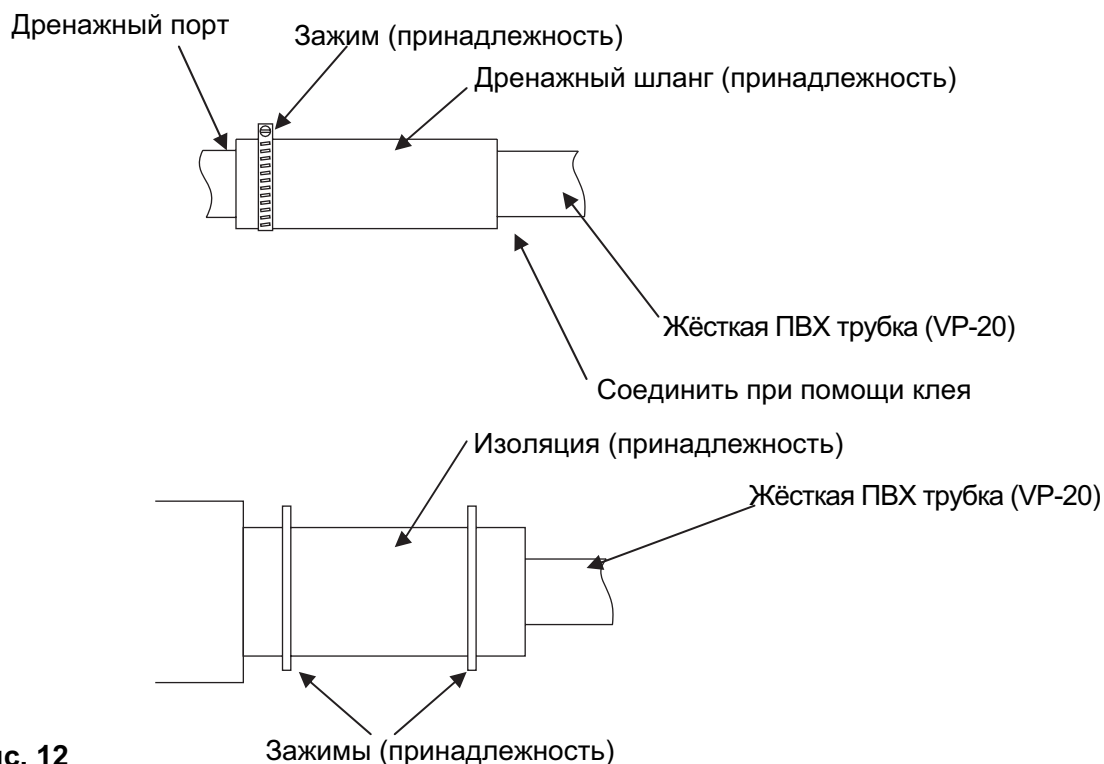

Рис. 12
3. Вставить дренажный шланг до достижения плотного соединения с дренажным отверстием, жёстко закрепить при помощи специального зажима для шланга (принадлежность) (Рис. 12).
4. После проверки дренажной системы покрыть дренажный шланг изоляционным материалом и зафиксировать при помощи зажимов (принадлежности) (Рис. 12).